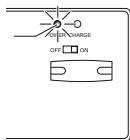

Abb. 7
7. Drücken Sie auf eine der Tasten. Die Power LED leuchtet auf (Abb. 7)
7. Press one of the buttons. The power LED lights up (fig. 7)